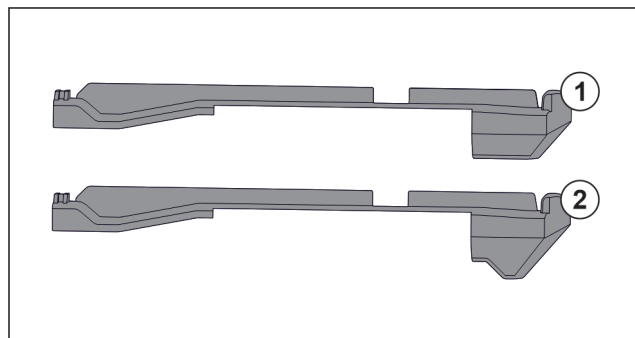

Fig. 78 Porównanie elementów nasadzanych
W urządzeniu znajdują się dwa różne elementy nasadzone. Element nasadzany nad najniższą szufladą Fig. 78 (2) posiada trójkątną krawędź. Wszystkie pozostałe elementy nasadzone Fig. 78 (1) mają prostą krawędź.
- ▶ Element nasadzany Fig. 78 (2) z trójkątną krawędzią umieścić nad najniższą szufladą.
- ▶ Element nasadzany Fig. 78 (1) z prostą krawędzią umieścić we wszystkich pozostałych miejscach.